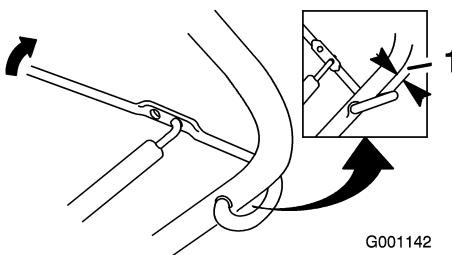

Figure 22
2. Vérifiez que la barre de commande et le guidon sont espacés de 2 à 3 mm (1/16 à 1/8 pouce) (Figure 22).